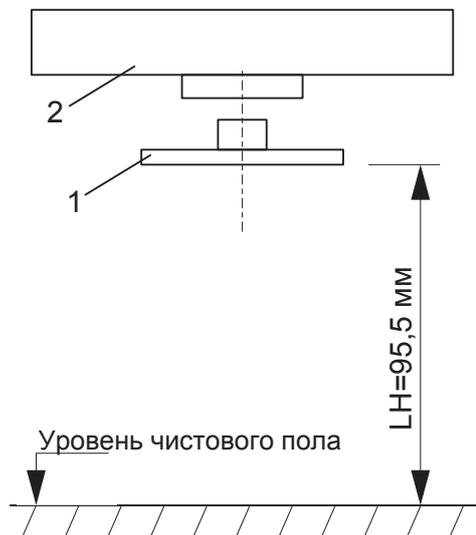

Рис. 74 Расстояние от пола
7. Выровнять верхнюю крестовину (рис. 74/1) на расстоянии габаритной высоты (LH) – 95,5 мм от пола, как показано на рис. 74.
8. Установить верхнюю крестовину (рис. 74/1) под привод таким образом, чтобы оба компонента были расположены точно друг под другом.